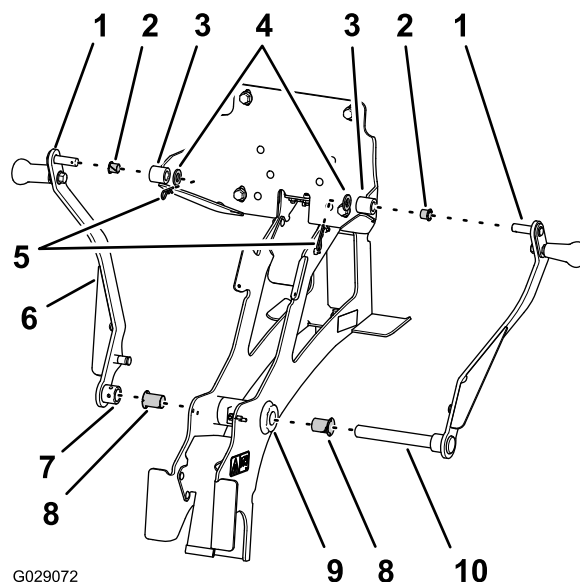

図 6
1. メインサポートフレームのピボットチューブのそれぞれの端部にフランジ付きブッシュ内径 3/4 インチを入れる 図 6。
2. バックプレートの左右のハブにフランジ付きブッシュ内径 1/2 インチを入れる 図 6。
3. 右クレードルアームの下側ピボットピンを、ピボットチューブの右側からピボットに通して組み付ける 図 6。
4. 右クレードルアームの上側ピボットピンを、バックプレートの右側ハブに組み付ける 図 6。
5. 上側ピボットピンをバックプレートに固定する; ワッシャ 1/2 インチ とヘアピンを使用する 図 6。
6. 左クレードルアームのハブを、ピボットチューブの左側フランジブッシュから突き出ている右クレードルアームの下側ピボットピンの端部に組み付ける 図 6。
7. 左クレードルアームの上側ピボットピンを、バックプレートの左側ハブに組み付ける 図 6。
8. 左クレードルアームの上側ピボットピンをバックプレートに固定するワッシャ 1/2 インチ とヘアピンを使用する 図 6。